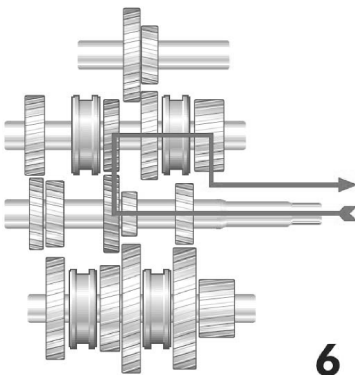

图 3-29 6 档动力传递
6) 6 档 动力→传动轴→传动轴 4 档齿轮→输出轴 6 档齿轮 15→输出轴→动力输出，如图 3-29 所示。